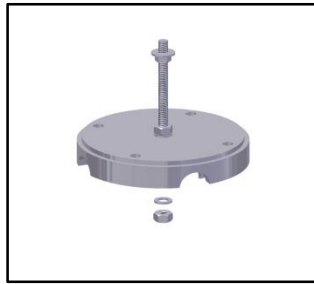

Figura 29: posicionamento do prisioneiro do spinner.
- m) Com o auxílio de porcas, parafusos e arruelas posicione o prisioneiro do spinner na tampa do cubo. Verifique o ajuste adequado da altura da porca e da arruela de encosto do spinner, para que ele fique firmemente apoiado ao cubo (figura 29).